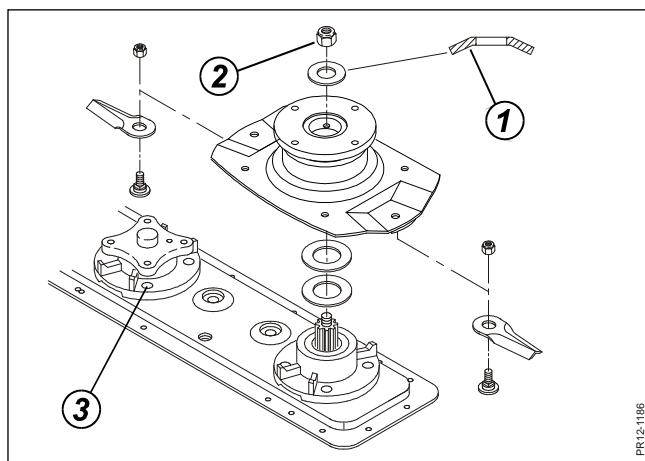

Fig. 5-16
- Fig. 5-16** Fjederskiven (1) over indgangsskiven vendes, som vist, så den buer opad.